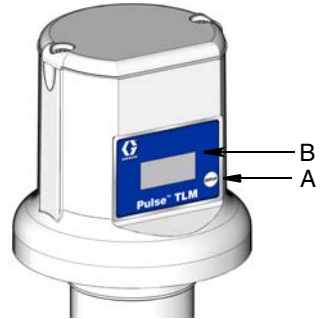

图 2
- 按住“显示窗”按钮 (A, 图 2)，直到显示窗 (B) 显示“注册”。